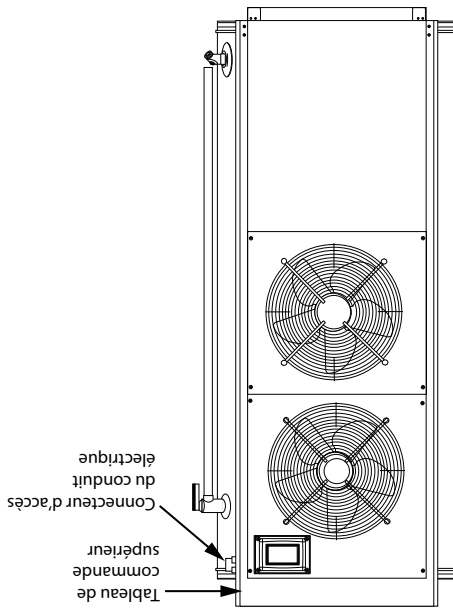

Figure 9. Installation électrique
- 1) Déverrouiller le capot du tableau de commande supérieur et le soulever. Voir *Figure 1* (page 9) et *Figure 9*.
- 2) Dévisser le connecteur d'accès du conduit d'alimentation électrique. Voir *Figure 1* (page 9) et *Figure 9*.
4. Tirer l'alimentation de réseau à travers le connecteur d'accès du conduit d'alimentation électrique. Voir *Figure 1* (page 9) et *Figure 9*.